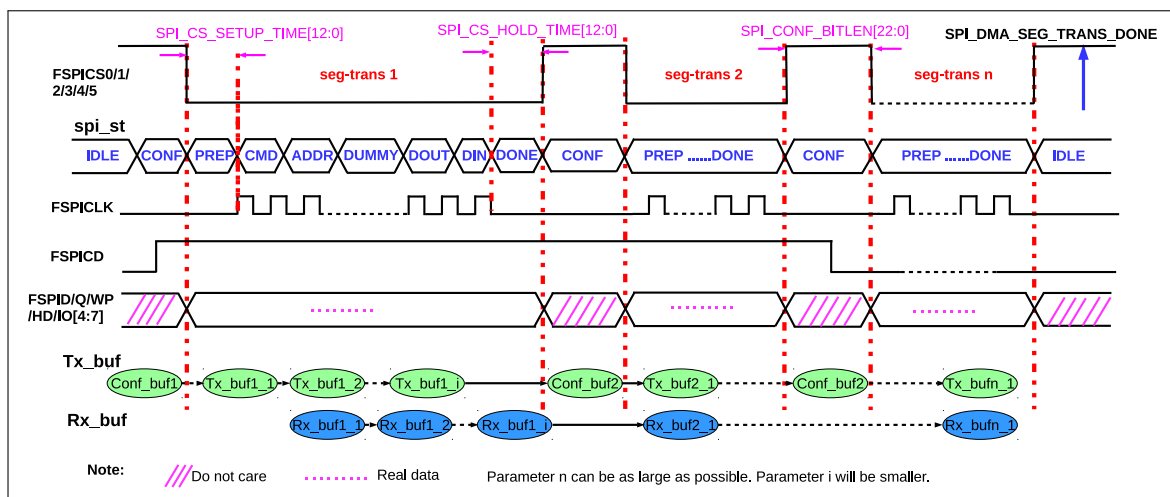
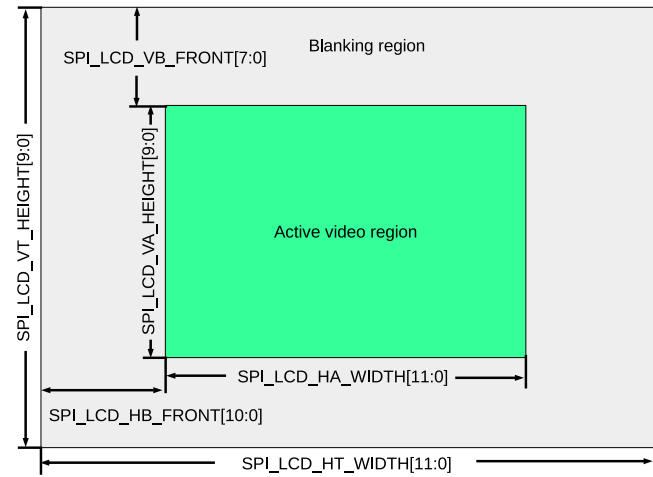
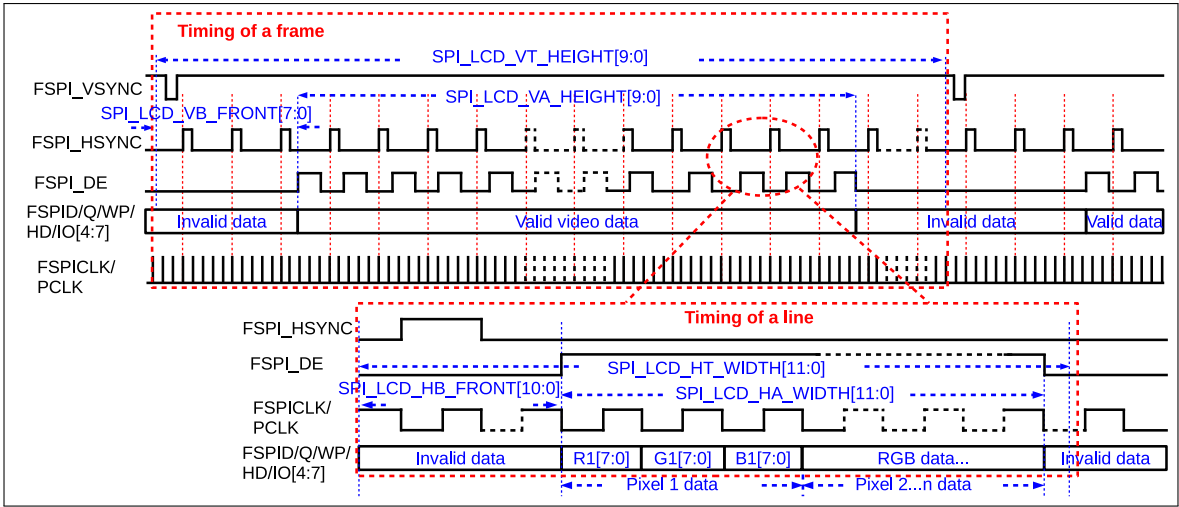

图 22-9. DMA 控制模式下分段配置传输
图 22-10. 并行 RGB 8-bit LCD 模式下的视频帧结构
图 22-11. 并行 RGB 8-bit LCD 模式时序
SPI 传输由 GP-SPI2 寄存器控制，需要 CPU 进行配置和触发。为了降低对 CPU 的占用率同时提高 GP-SPI2 的效率，GP-SPI2 在 DMA 控制模式下提供分段配置传输功能。注意 CPU 控制的主机模式不支持分段配置传输。分段配置传输允许 GP-SPI2 在 CPU 仅触发一次的情况下，即可按照配置的模式完成多次数据传输，具体的工作流程见图 22-9。
如图 22-9 所示，在分段配置传输模式中的某个单次 SPI 传输 (SCT_i) 开始前，GP-SPI2 硬件可在 CONF 阶段将 GP-SPI2 寄存器重新按照 `Conf_bufi` 定义的内容进行配置。
如图 22-9 所示，在 SCT_i 中，其传输模式可配置为主机全双工通信模式；在 SCT_j 中，其传输模式可配置为主机半双工 MISO 模式；而在 SCT_k 中，其传输模式可配置为主机半双工 MOSI 模式。*i*、*j*、*k* 为整数变量，表示任
并行 8-bit RGB 模式 LCD, 其视频帧结构见图 22-10, 帧时序和行时序见图 22-11。
如图 22-9、图 22-10 和图 22-11 所示，推荐按照下述方式输出并行 8 位 RGB 帧数据：
GP-SPI2 可自动输出图 22-10 和图 22-11 所示的帧数据，在很大程度上降低了控制 SPI 传输所需的 CPU 时间。具体的配置流程如下：
2. 根据应用程序，配置帧控制相关的寄存器，见图 22-10 和图 22-11。例如，如果希望设置 n 个有效行，则将寄存器 `SPI_LCD_VA_HEIGHT[9:0]` 配置成 n 即可；